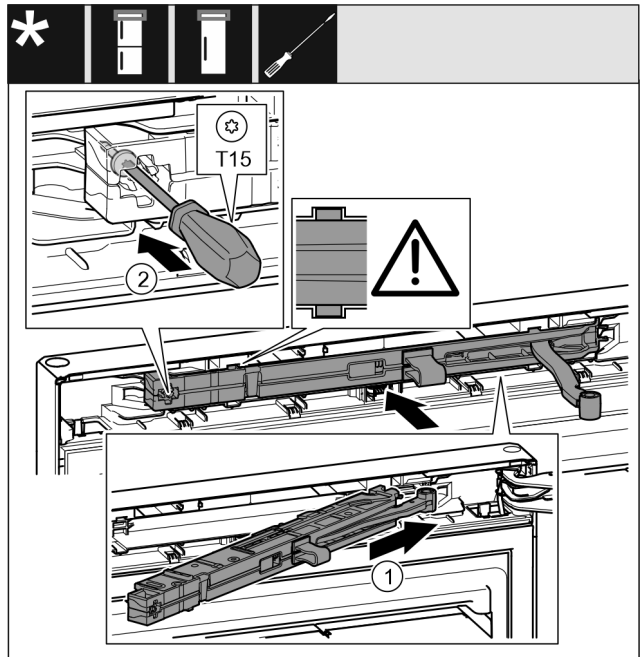

Fig. 55
- ▶ Schließdämpfereinheit Fig. 55 (1) auf der Lagerbockseite bis zum Anschlag schräg in die Aussparung einschieben.
- ▶ Schraube Fig. 55 (2) mit einem Schraubendreher festschrauben.